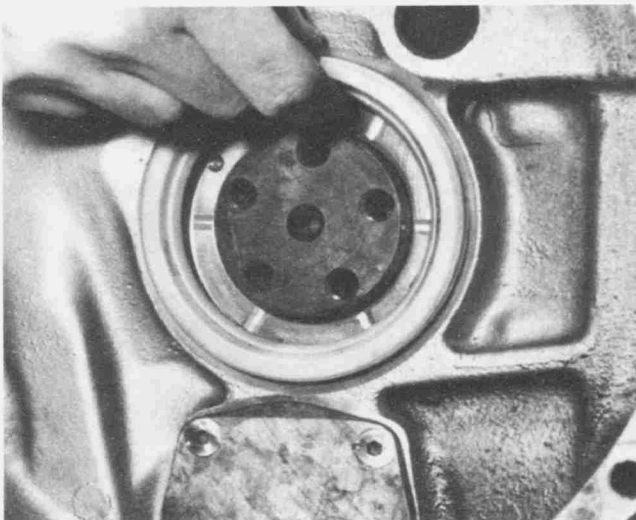

Bild 62
- Den Radialdichtring der Kurbelwelle hineindrücken (die offene Seite des Dichtrings zeigt zur Kurbelwelle) und leicht einölen (Bild 62).